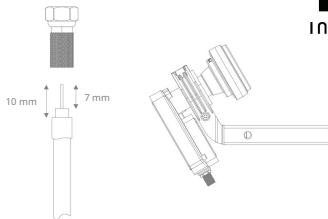

Fig. 4
2. Îndepărtați izolația cablului și înșurubați fișa F* la capătul cablului (Fig. 4).